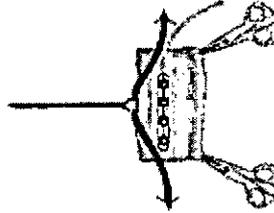

Figura 9. Coloque el electrodo debajo del nervio aislado y suture.
4. Coloque el electrodo debajo de la sección aislada del nervio periférico en cuestión (Figura 9).